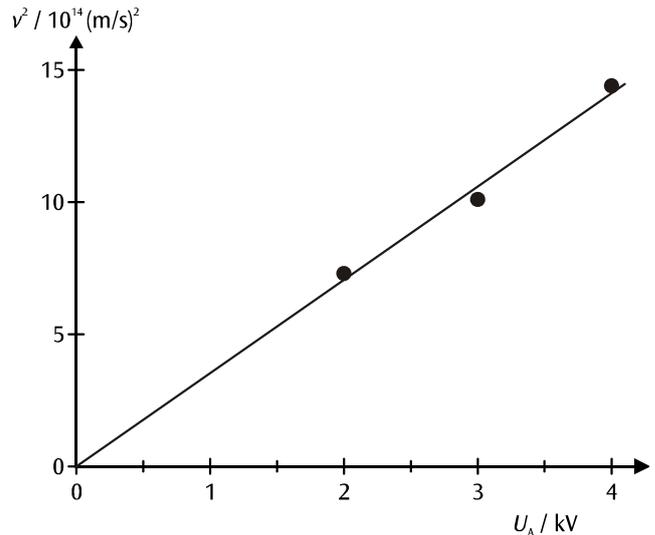

Fig. 7: rappresentazione grafica dell'interazione tra v^2 e U_A
La Fig. 7 mostra l'interazione tra il quadrato della velocità e la tensione anodica. Dall'incremento delle rette di origine disegnate, è inoltre possibile determinare la carica specifica dell'elettrone secondo l'equazione (8).